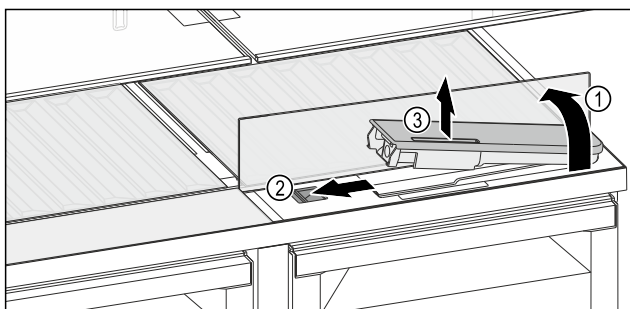

Fig. 133
- Підняти скляну панель і відкинути до упору назад Fig. 133 (1).
- Посуньте повзунок Fig. 133 (2) уліво.
- Вийняти бак для води Fig. 133 (3).